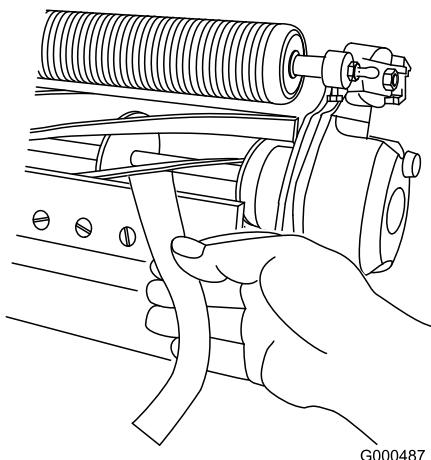

Figura 11
3. Numa das extremidades do cilindro, introduza uma longa tira de jornal entre o cilindro e a lâmina de corte (Figura 11). Enquanto roda ligeiramente o cilindro para a frente, rode o parafuso de ajuste da barra de apoio no sentido dos ponteiros do relógio na mesma extremidade do cilindro, uma posição de cada vez, até que o papel esteja ligeiramente apertado, quando inserido pela parte dianteira, paralela à lâmina de corte. Quando puxar o papel, sentirá uma ligeira pressão.
5. Depois de ajustar, verifique se o cilindro aperta o papel quando este for inserido pela frente e se corta o papel quando este for inserido num ângulo recto, relativamente à lâmina de corte (Figura 11). Deve ser possível cortar o papel ao mínimo contacto com a lâmina de corte e as lâminas do cilindro. Se notar uma pressão excessiva sobre o cilindro, pode ser necessário ajustá-lo ou rectifique a unidade de corte para obter pontas afiadas, imprescindíveis para um corte de precisão (consulte o manual de rectificação de cilindros da Toro).